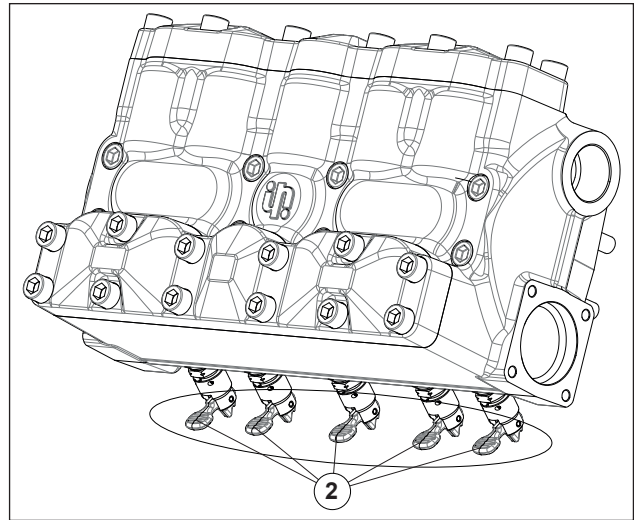
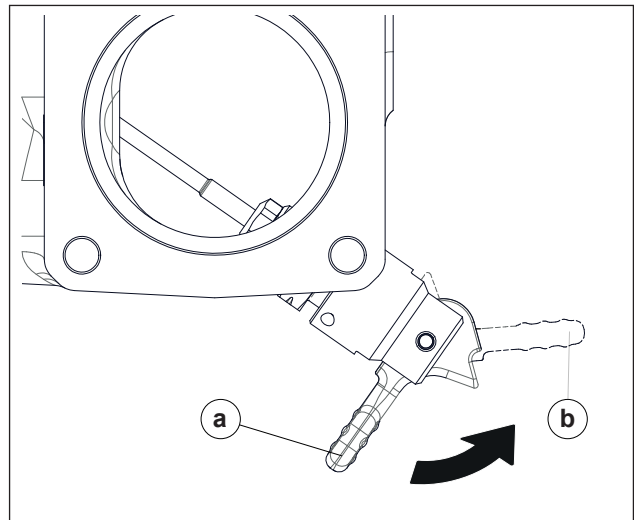

Fig. 11
Fig. 12
Em caso de armazenamento prolongado ou inatividade por longos períodos, verifique o bom funcionamento das válvulas de aspiração, abrindo os três dispositivos levantadores (veja pos. ② Fig. 11). Certifique-se de ter fechado as válvulas antes de acionar a bomba. Para as posições (a) de “válvula fechada - posição de trabalho” e (b) de “válvula aberta - posição de repouso”, ver Fig. 12.